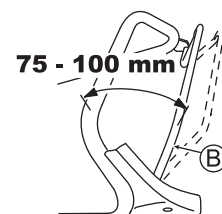

Fig. 32
Ajuste de maneira que a máquina se movimente (a embraiagem de acionamento está acoplada) quando a distância entre o manipulo da embraiagem de acionamento (B) e o guiador for de 75 - 100 mm, como mostrado na fig. 32.